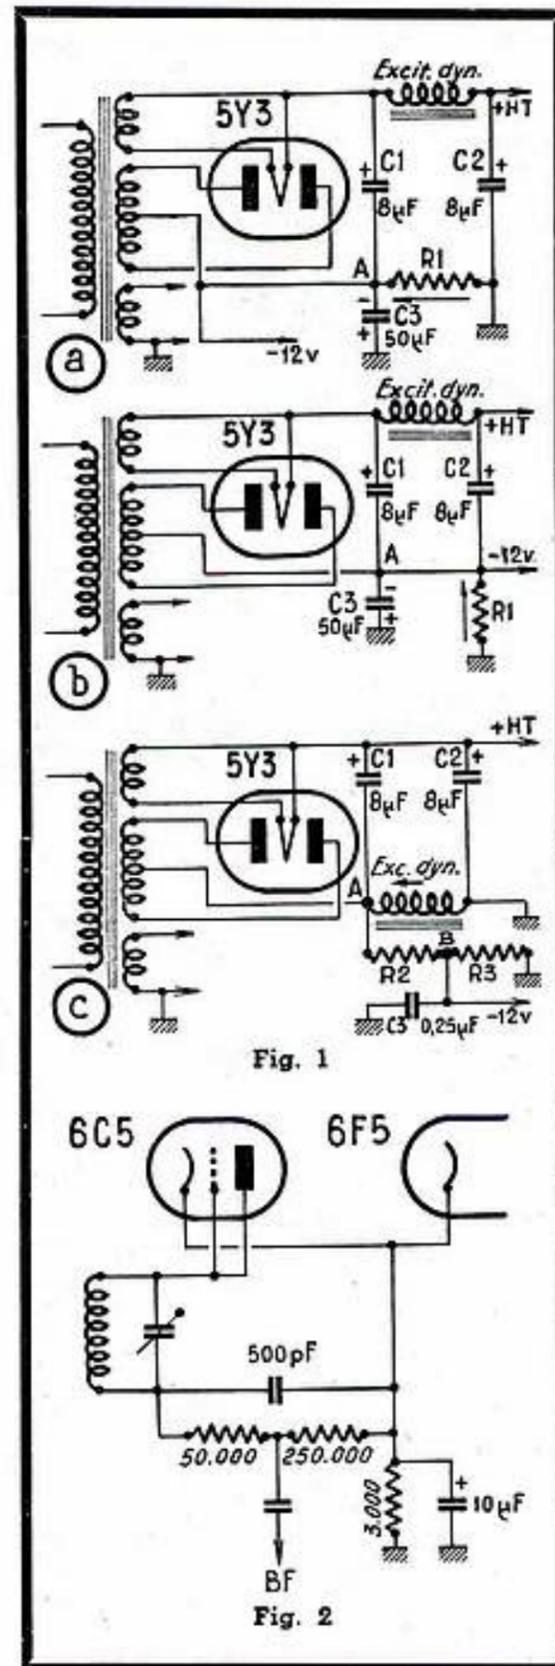

Fig. 2
- 1. Grille oscillatrice de la lampe (1 de la fig. 2).
- 5. Vers la plaque oscillatrice et le CV₂ 130 pF (5 des fig. 2 et 3).
- 10. A la grille modulatrice et le CV₁ 130 pF (10 des fig. 2 et 3).
Nous pouvons remplacer la 6H6, montée comme l'indique la figure 13, par une 6C5 ou une 6J5 en diode (fig. 2).